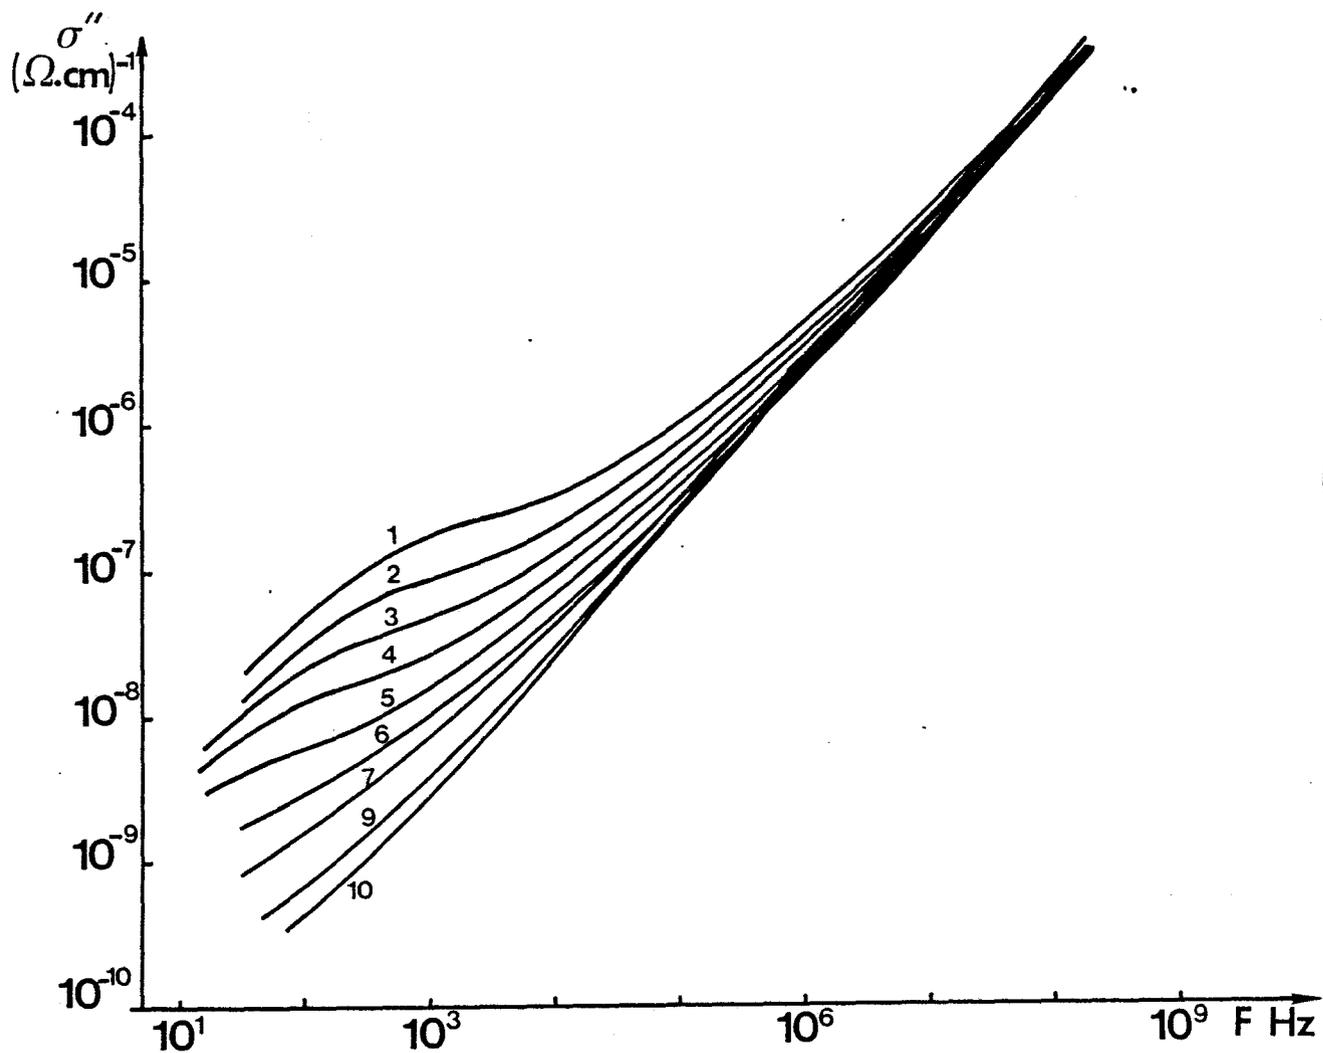

FIGURE F.1.6
- Figure F.1.6. Partie imaginaire de la conductivité complexe $\sigma''(\omega, T)$